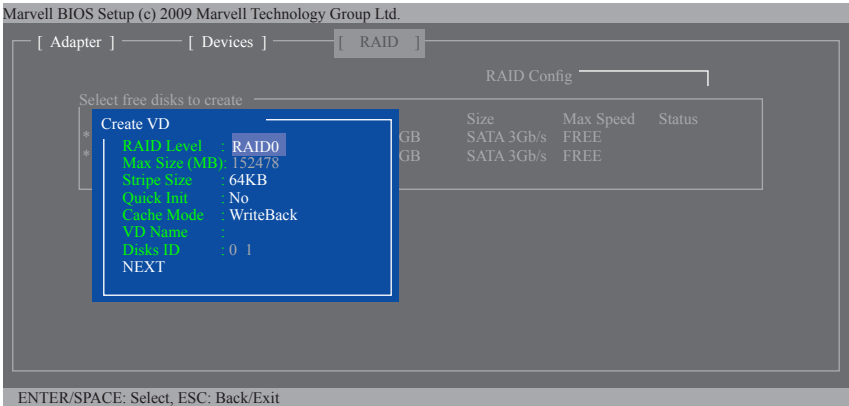

Figure 6
Étape 3 : Dans le menu **Create VD** (Figure 6), utilisez les flèches vers le haut ou le bas pour sélectionner un élément et appuyez sur <Enter> pour afficher les options. Réglez les éléments nécessaires dans l'ordre et appuyez sur la flèche vers le bas pour aller à l'élément suivant.